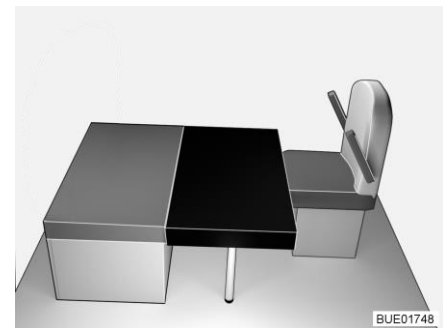

Bild 163 Efter ombyggnaden
- Lägg den rektangulära extra dynan på borden (framför sittbänkens sittdyna, se Bild 163).